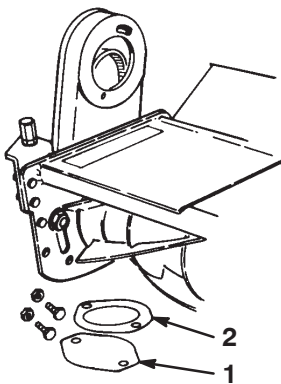

Bild 9
1. Nehmen Sie die Sicherungsmuttern, die Schrauben, die Versandabdeckung und das Schutzblech der Antriebsplatte vom Mähwerk ab (Bild 9).